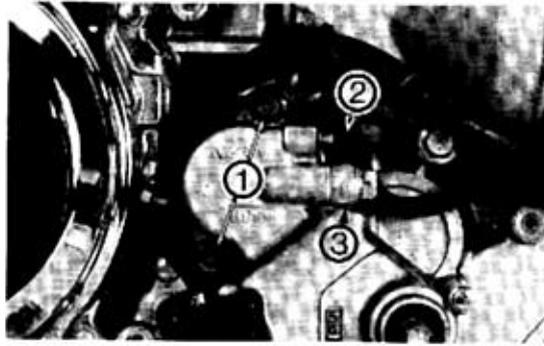

Bild 80
- Dicke der Kupplungsreibrscheiben mit Mess-Schieber messen (Bild 80). Verschleissgrenze Scheibe 1 (kleinerer Innendurchmesser): 2,42 mm; Scheibe 2 (grösserer Innendurchmesser): 3,15 mm.